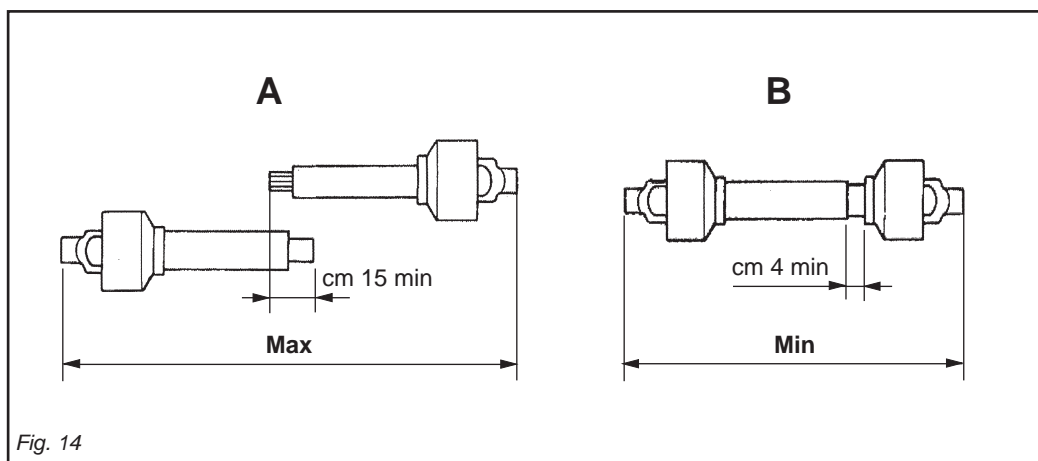

Fig. 14
- La copertura (C Fig. 13) dei tubi scorrevoli deve essere di 15 cm minimo (Fig.14).
- The sliding tubes (C Fig. 13) must overlap by at least 15 cm (Fig. 14).
- La couverture (C Fig. 13) des tubes coulissants doit être au minimum de 15 mm (Fig. 14).
- Die Überdeckung (C Abb. 13) der Gleitrohre muss mindestens 15 cm ausmachen (Abb. 14).
- La cobertura (C Fig. 13) de los tubos corredizos debe ser como mínimo de 15 cm (Fig. 14).
Quando esso è inserito al massimo, il gioco minimo consentito deve essere di 4 cm. (Fig. 14).
When fully inserted, the minimum play must be 4 cm. (Fig. 14).
Quand l'arbre à cardans est déboîté au maximum, les deux tubes doivent se superposer d'au moins 15 cm. Quand il est entièrement rentré, le jeu minimum admissible doit être de 4 cm. (Fig. 14)
Wenn die Gelenkwelle so weit wie möglich auseinandergezogen ist, müssen die beiden Teile sich noch um wenigstens 15 cm überlappen. Wenn die beiden Teile ganz zusammengesoben sind, muß das kleinstmögliche Spiel 4 cm ausmachen (Abb. 14).
Cuando el árbol cardánico está extraído al máximo, los dos tubos deben sobreponearse por lo menos 15 cm. Cuando está insertado al máximo, el juego mínimo permitido debe ser de 4 cm. (Fig. 14).